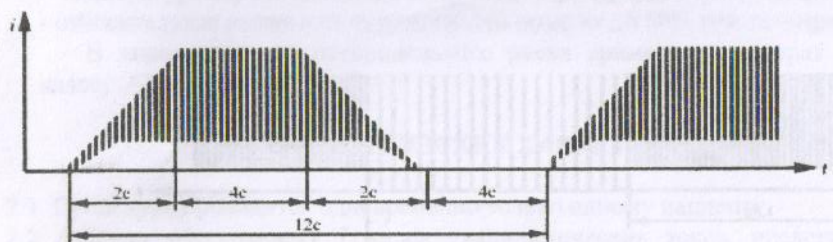

Рисунок 7
2.2.7. Двухполупериодный волновой ДВ – серии импульсов тока вида ДН, огибающая которых нарастает от нуля до максимального значения, выдерживает это значение, а затем спадает до нуля (рисунок 7).